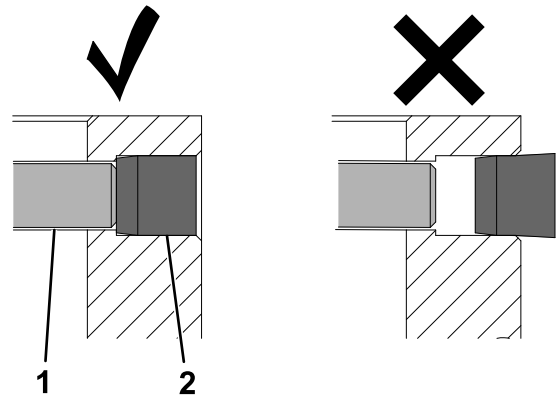

Figure 11
**Important:** Veillez à insérer complètement l'obturateur dans le corps du brise-béton, comme montré à la Figure 11.